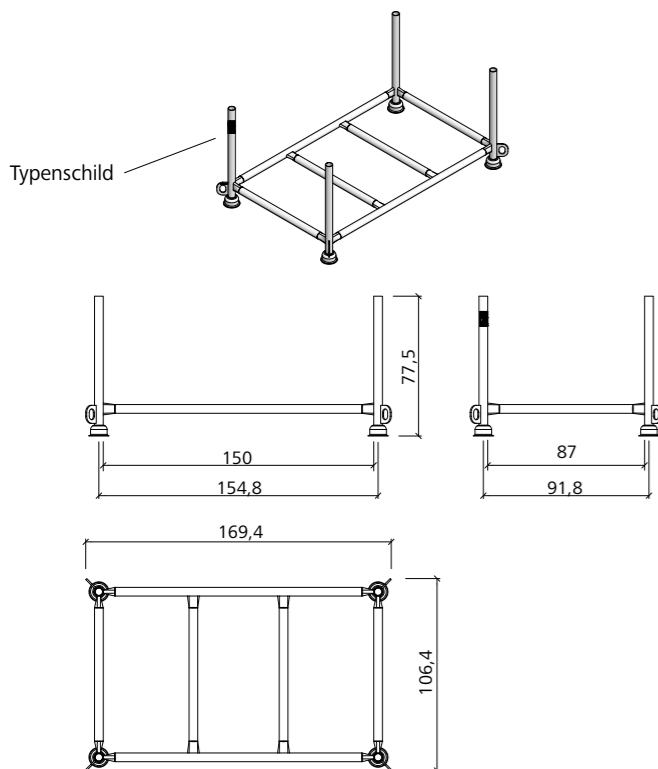

Abb. 1
- Sie dürfen das Stapelgestell (Barelle) ohne Typenschild oder mit unleserlichen Tragfähigkeitsangaben nicht verwenden (Abb. 1 und Abb. 12).
**Das Typenschild (Abb. 1 und Abb. 12) muss vorhanden und die Tragfähigkeitsangaben lesbar sein.**